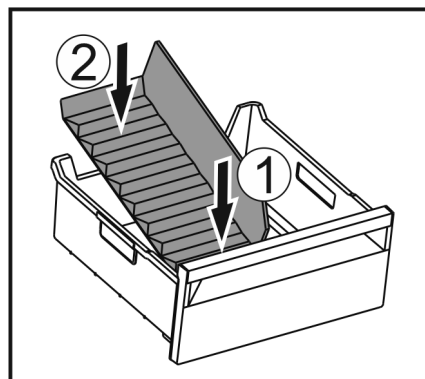

Fig. 185
- ▶ Вставити передню частину перегородки відділення для льоду. Fig. 185 (1)
- ▶ Опустити задню частину перегородки відділення до дна ящика для кубиків льоду. Fig. 185 (2)